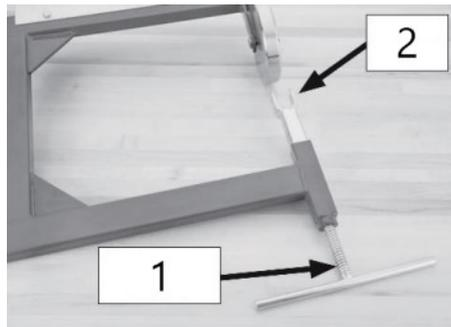

Fig. 6 - Vite di regolazione della ruota inferiore montata
3. Appoggiare il telaio in piano e avvitare la vite inferiore di regolazione della ruota inferiore nel telaio di fronte al portaruota (cfr. Fig. 6).